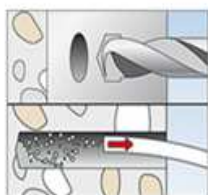

Fig. 1
2. Percez à **70 mm** de profondeur dans le sol avec un **foret à pierre (Ø 20 mm)**. Nettoyez le trou de forage en aspirant la poussière de forage [Figure 1].